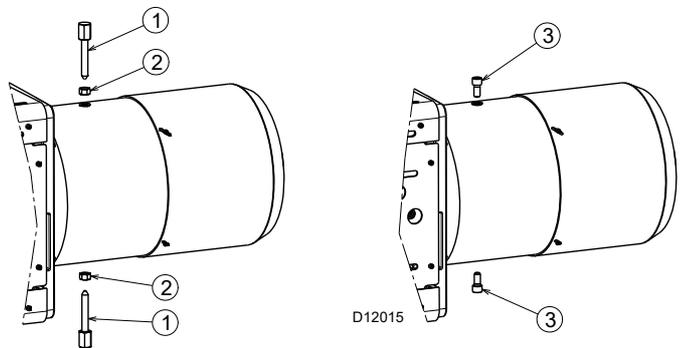

**Abb. 12**
- Der Brenner ist ausschließlich für den Betrieb in den Stellungen **1**, **2**, **3** und **4** (Abb. 12) ausgelegt.